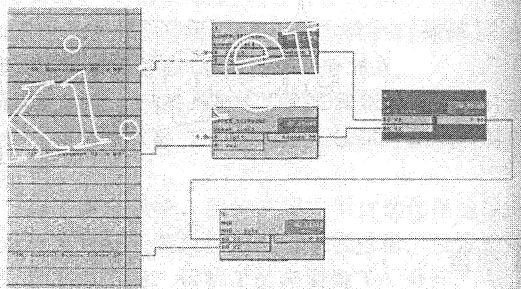

图5 Comp-Volt CFC图形编程
(5)打开Comp-Volt CFC进行图形编程。在该CFC中安排了1个高限位CFC块、1个低限位CFC块、1个OR CFC块和1个AND CFC块。如图5。低限位CFC块检测正序电压, 高限位CFC块检测负序